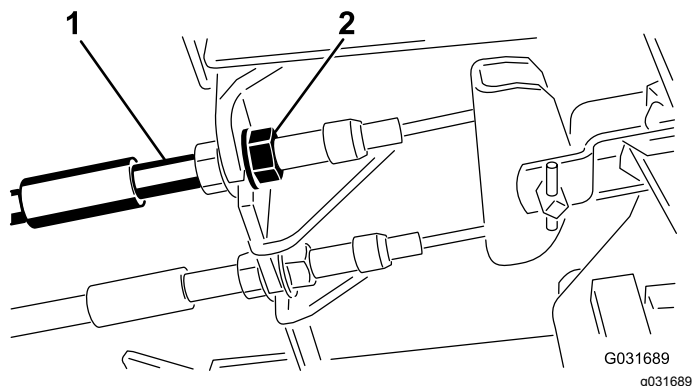

Figura 73
1. Para reduzir a folga dos pedais dos travões, aperte os travões desapertando a porca dianteira que se encontra na extremidade roscada do cabo dos travões (Figura 73).